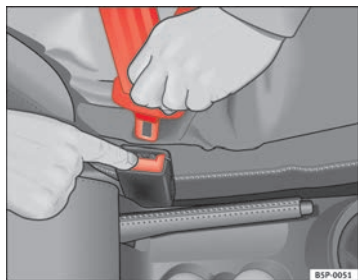

Fig. 15 Sgancio della linguetta dal bloccetto d'aggancio
- Premere il tasto rosso che si trova nel bloccetto d'aggancio ⇒ fig. 15. La linguetta scatta all'infuori ⇒ ⚠.